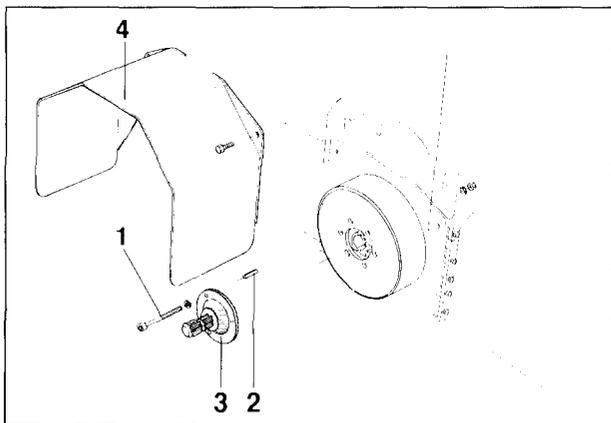

Fig.67
- △ drei Innen-Skt.-Schrauben (Fig. 67/1) demontieren und gegen Skt.-Schrauben M10 x 90, DIN 931 - 10.9 austauschen
- △ Spannstifte (Fig 67/2) vorsichtig in die Bohrungen der Schwungscheibe einsetzen
- △ Mit den längeren Skt.-Schrauben (Fig. 67/1) und Scheiben ist der Flanschzapfen (Fig. 67/3) an der Schwungscheibe der Rüttelegge fest anzuschrauben
- △ Schutzhaube (Fig. 67/4) befestigen.